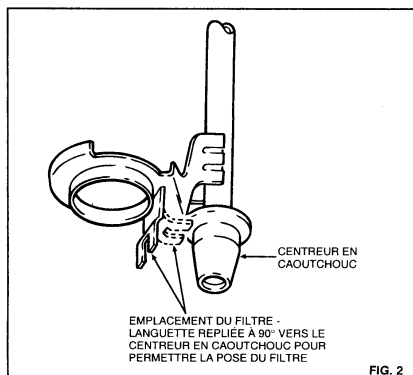

FIG. 2
- 5) Repliez la languette d'orientation du filtre à 90° de manière à l'écarter. Il est impossible d'adapter le nouveau filtre si cette languette n'est pas repliée (figure 2).